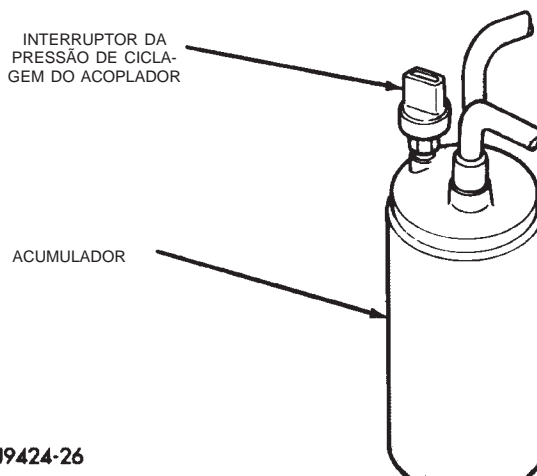

Fig. 8 Interruptor do Acoplador de Ciclagem de Baixa Pressão - Típico
(1) Conecte um tacômetro e um conjunto do mostrador do tubo de distribuição.
(2) Ajuste o botão do interruptor de controle de modo do aquecedor-A/C na posição do modo recirculação (Max-A/C), o botão de controle da temperatura na posição de esfriamento total e o botão do interruptor do motor do ventilador na posição de velocidade máxima.
(3) Dê a partida no motor e mantenha a marcha lenta em 1.000 rpm com o acoplador do compressor engatado.
(4) O motor deve estar na temperatura de operação. As portas e os vidros devem estar fechados.
(5) Insira um termômetro na saída (painel) do A/C central do lado do motorista. Funcione o motor por 5 minutos.
(6) O acoplador do compressor pode girar dependendo da umidade e temperatura ambiente. Se o acoplador girar, desconecte do interruptor localizado no acumulador o conector do chicote de fiação do interruptor do acoplador de ciclagem de baixa pressão (Fig. 8). Coloque um fio de ligação direta entre as duas cavidades do conector do chicote de fiação do interruptor do acoplador de ciclagem de baixa pressão.